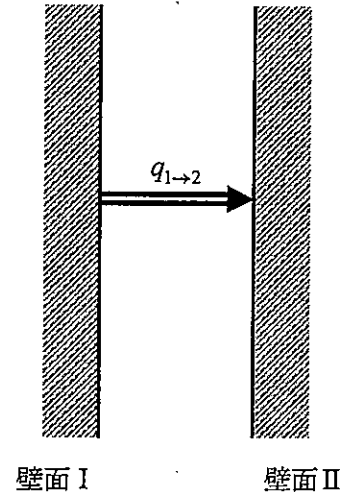
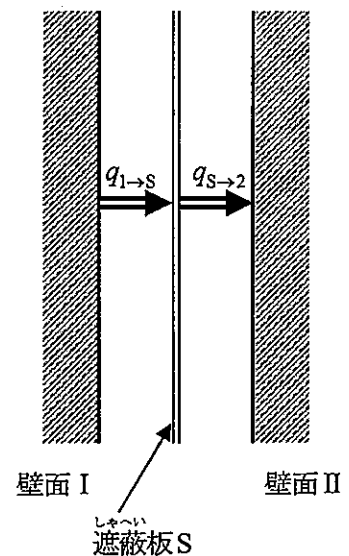

図2
図3
1) 図2のように十分に大きな二つの壁面が向き合っており、壁面I (温度 T_1 、射出率 ε_1)から壁面II (温度 T_2 、射出率 ε_2)へ放射により熱が伝えられている(ただし、 $T_1 > T_2$)。二つの壁面の間隔が狭く、電磁波が漏れ出さないものとするとき、壁面Iから壁面IIへの単位時間、単位面積当たりの放射伝熱量 $q_{1 \rightarrow 2}$ は σ をステファン・ボルツマン定数として①式で表される。
2) 図3のように、図2の二つの壁面(射出率は両面とも ε)間に厚さを無視できる遮蔽板S(射出率は両面とも ε_s)を置く。